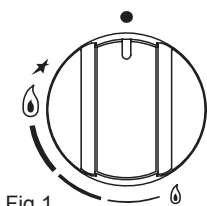

Fig.1
Rodar o manípulo correspondente no sentido anti-horário até à posição de máximo (chama grande fig. 1) e pressionar o manípulo.
Na falta de energia eléctrica é possível acender os queimadores com fósforos, posicionando o manípulo no ponto de acendimento (chama grande fig. 1).
- Verificar sempre se o manípulo está na posição de "fechado" (ver fig. 1) quando o aparelho não está em funcionamento.
- Em caso de desligamento acidental da chama, passados alguns segundos, a válvula automática interromperá automaticamente o fornecimento do gás. Para restabelecer o funcionamento colocar o manípulo no ponto de acendimento (chama grande fig. 1) e pressionar.